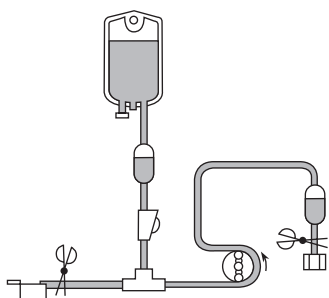

Fig.1/Abb.1/Εικ.1
- 3) Vul de arteriële bloedlijn met fysiologische zoutoplossing, eerst de kant van de verbinding met de vasculaire toegang en vervolgens de kant van de verbinding met de dialysator. Klem beide uiteinden van de arteriële slang vast. (Fig. 1)